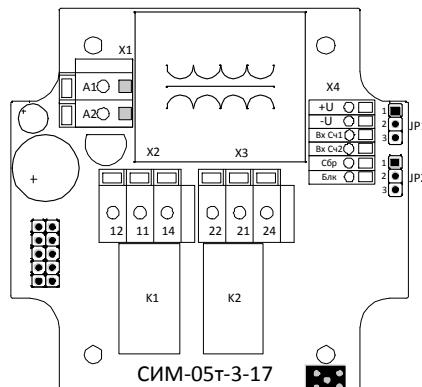
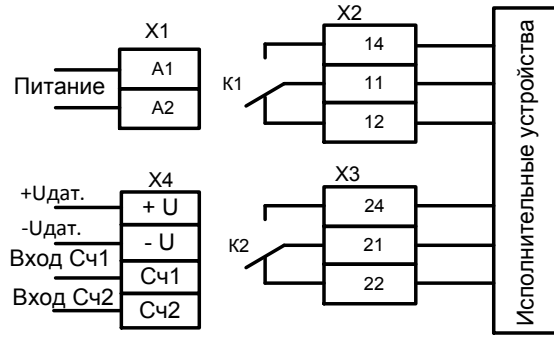

Рис. 2
Рис. 3
Аппаратное согласование входов счётчика к типу выхода датчика осуществляется с помощью перемычки, установленной между контактами джампера (JP). Джампер расположен на плате питания счётчика (см. рис. 2).
Схема подключения счётчика представлена на рис. 3. Для подключения счётчика необходимо снять крышку, отвинтив четыре винта, расположенных на лицевой панели счётчика. Пропустить провода через гермовыводы и подключить к клеммам, расположенным на плате питания рис. 3. Для подключения проводов необходимо использовать отвёртку. При подключении или отключении провода необходимо снять ответную часть клеммы, отвёрткой раскрутить зажимы, подключить провода и установить клемму на место. Максимальное сечение провода 2.5мм2. Клеммы «+U» и «-U» разъёма X4 предназначены для подключения цепей питания датчиков. Рекомендуемая ширина зачистки изоляции проводов - 7мм. Обозначение разъёмов в соответствии со схемой подключения приведено на рис. 2.